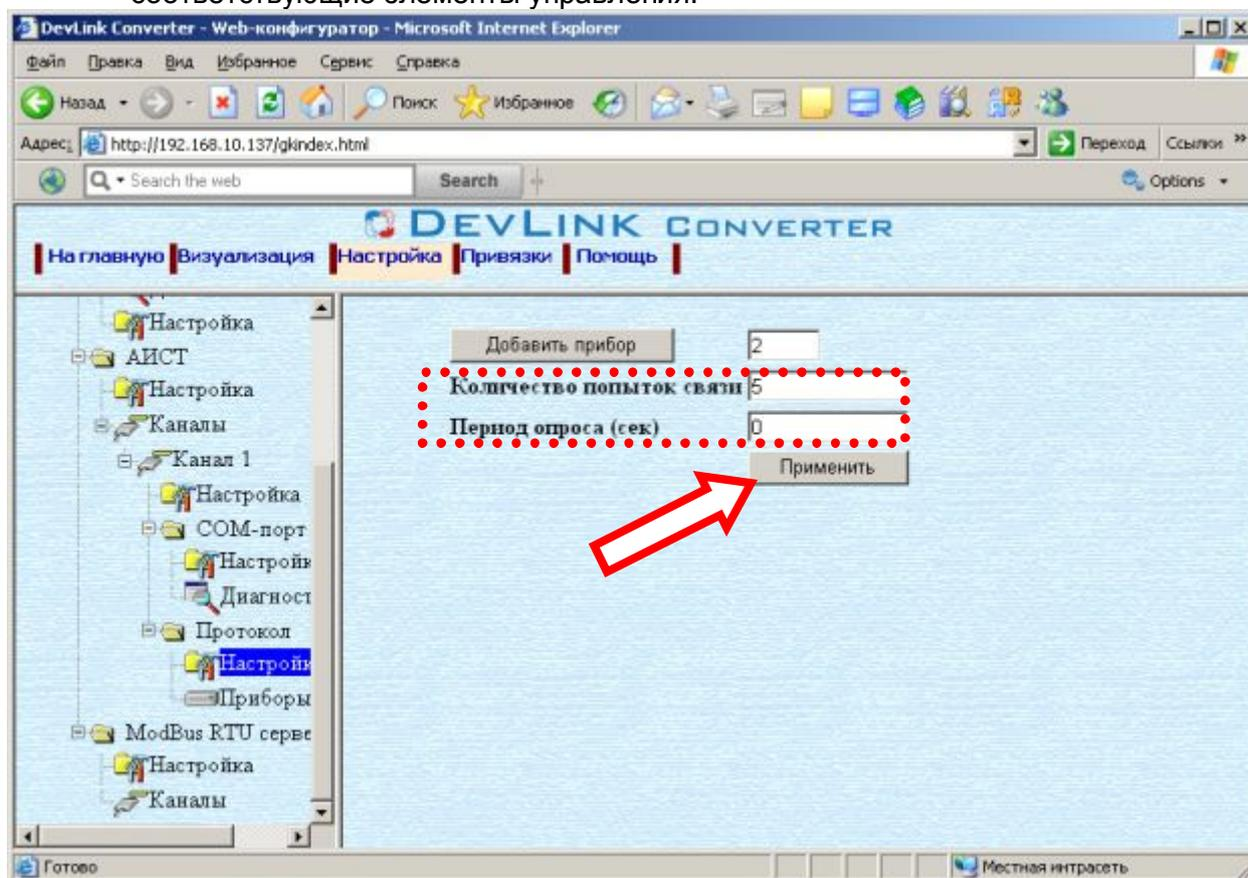

Рисунок 3.9 – Настройка протокола
- Выберите в дереве объектов папку «Настройка» протокола нужного канала драйвера (рисунок 3.9).
- Задайте необходимые параметры и нажмите кнопку «Применить» (рисунок 3.9).